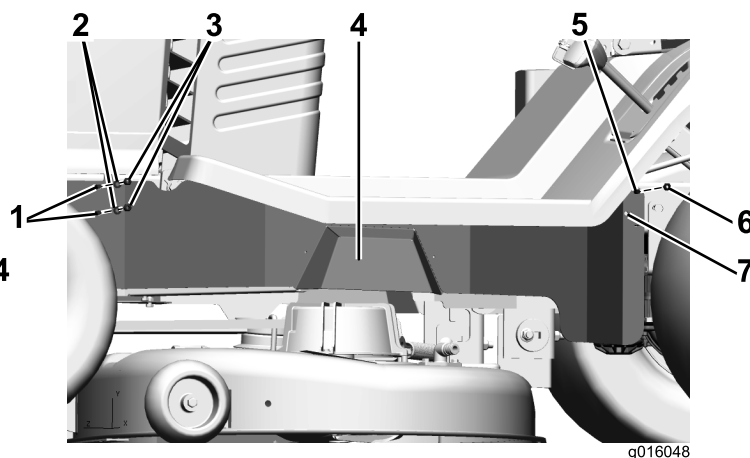

Figure 5
1. Fixez le protège-courroie gauche du cadre comme illustré à la Figure 5.